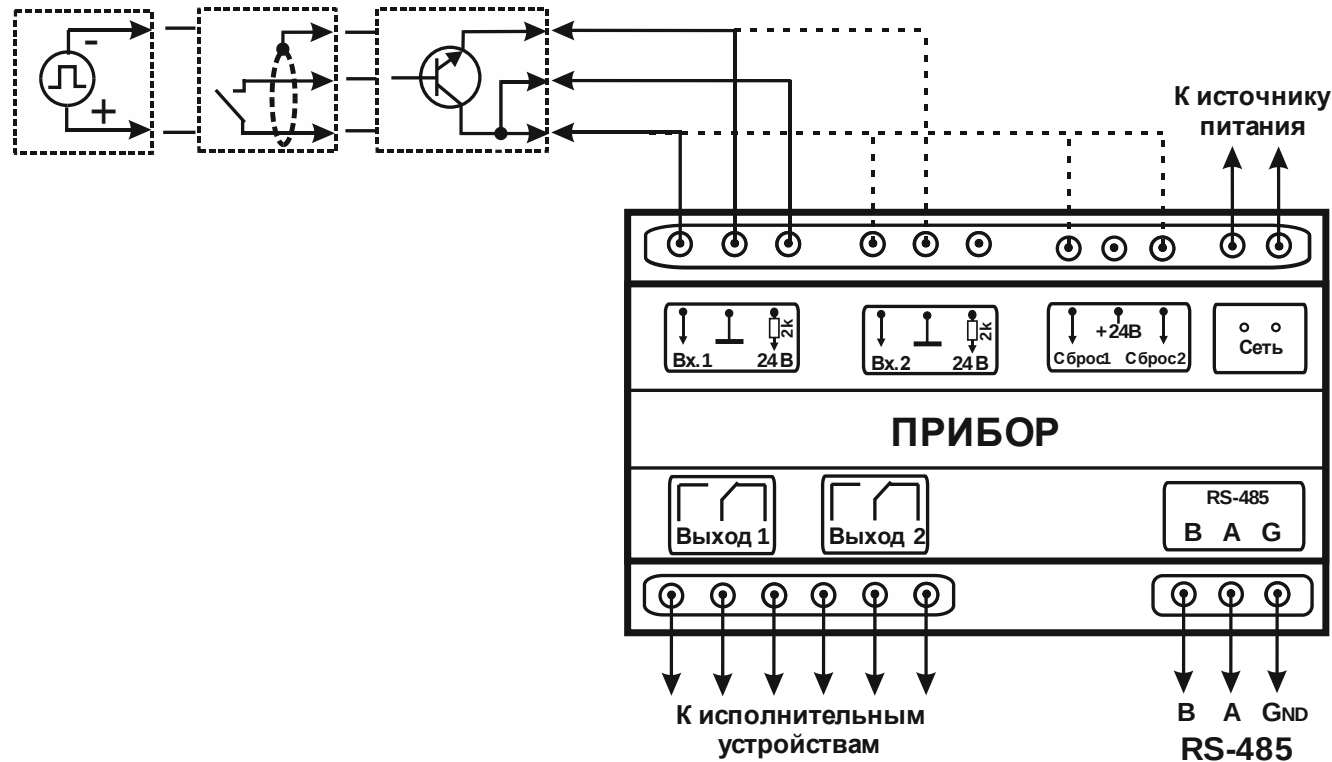

Рисунок 8.1 – Схема підключення вхідних датчиків, блоку живлення та виконавчих пристроїв
8.3 Підключіть вхідний датчик з урахуванням розташування клемних колодок на задній панелі приладу (див. рисунок 8.1).
8.4 Підключіть прилад до джерела живлення та виконавчого механізму (див. рисунок 8.1).